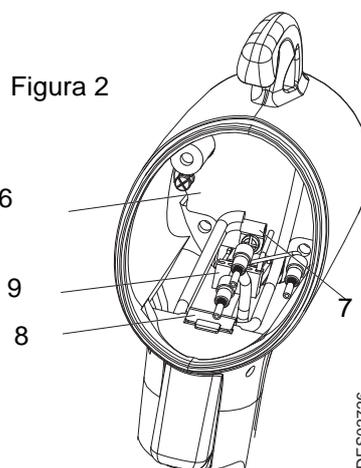

Figura 2
- **Etapa 5:** Soltar a caixa (sensor de efeito Hall – Ident. 8, figura 2) do seu alojamento, situado atrás do gatilho, na parte superior da coronha, por meio de uma chave-de-fenda comum.
- **Etapa 6:** Desaparafusar a placa (Ident. 6, figura 2) do fundo da coronha e retirá-la da coronha
- **Etapa 7:** Desligar o conector preto (Ident. 9, figura 2)
- **Etapa 8:** Desaparafusar o serra-cabos (Ident. 7, figura 2) situado na blindagem da placa electrónica.
- **Etapa 2:** Enfiar o cabo na coronha, respeitando o seu posicionamento (ver a figura 2). **Cuidado para não introduzir o cabo no alojamento do canal de pó.**
- **Etapa 3:** Fixar o serra-cabos (Ident. 6, figura 2) (que terá sido recuperado) na blindagem da placa, respeitando o posicionamento.
- **Etapa 5:** Fixar a placa (Ident. 5, figura 2) no fundo da coronha com o auxílio de dois parafusos.
- **Etapa 6:** Repor a caixa do sensor (Ident. 7, figura 2) no seu alojamento.